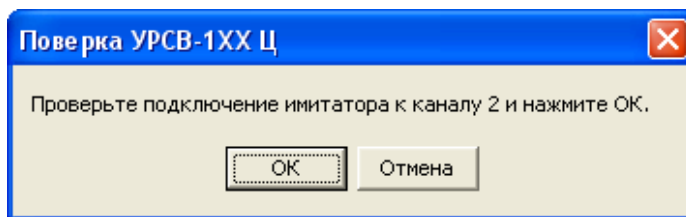

Рис.48. Вкладка проверки подключения 2 канала к стенду СА-01
2.7.7. По завершению поверки 1 канала программа автоматически формирует отчет поверки 1-го канала и, в случае двухканального исполнения прибора, на мониторе появляется вкладка (рис. 48):